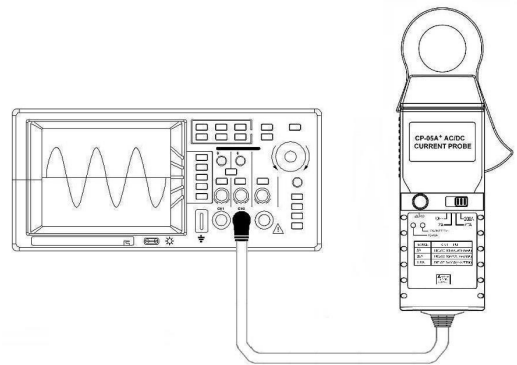

图2
5.1.2 将CP-05+按下图2连接示波器。
5.2.2 将CP-05+按上图2连接示波器。